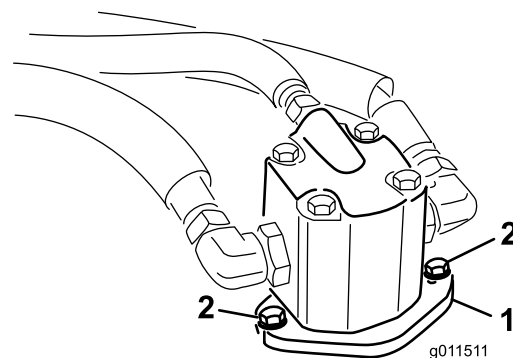

Figure 70
4. Enlevez les boulons qui fixent le moteur hydraulique au plateau de coupe (Figure 70).